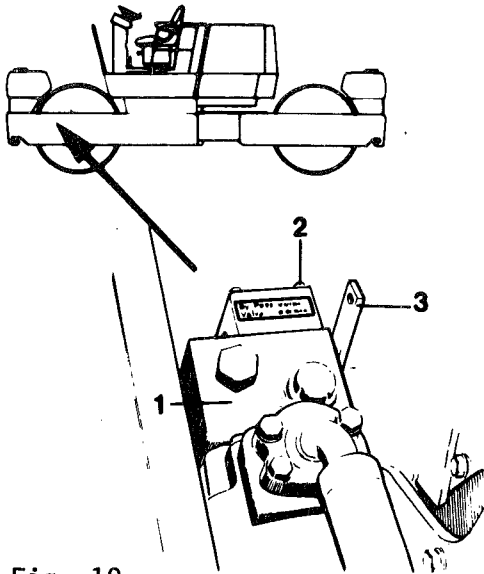
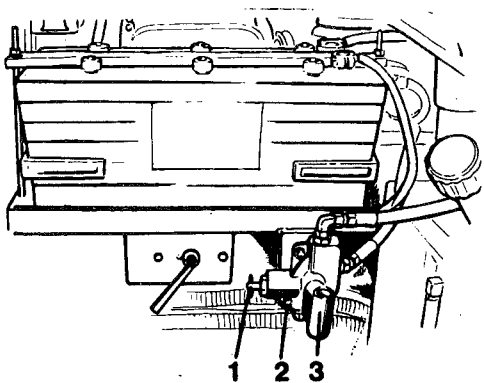

Fig. 19
Fig. 21 Válvula de remolcado
Véase fig. 19.
Véase fig. 21.
Tirar de la válvula (1), fig. 21, para aplicar otra vez los frenos. No olvidarse de reponer el brazo (3) de la válvula de rociado en la posición original después del remolcado. Véase fig. 19. Asegurar con el tornillo (2).